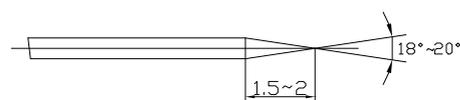

图 7、带刀的刃磨
- (2)、若将手柄扳动并使拖板到达最里面位置时，尚不能磨刀，则应调整拖板固定轴上两个定位套的位置，即用十字螺钉旋具拧松里外两个定位套上的锁紧螺钉，适当向里（或向外）调整其位置，使拖板至合适的位置。最后用锁紧螺钉锁住拖板座。
(3)、带刀刃口的楔角以 $18^{\circ} \sim 20^{\circ}$ ，且左右对称，刀刃在刀片中间为宜，楔角的长度（砂轮与带刀的接触部位）长约 $1.5 \sim 2\text{mm}$ 为宜（见图 7）。左右砂轮磨刀时产生的火花均匀对称，说明磨刀正常。这个角度是很重要的，它能使带刀获得锋利的效果。